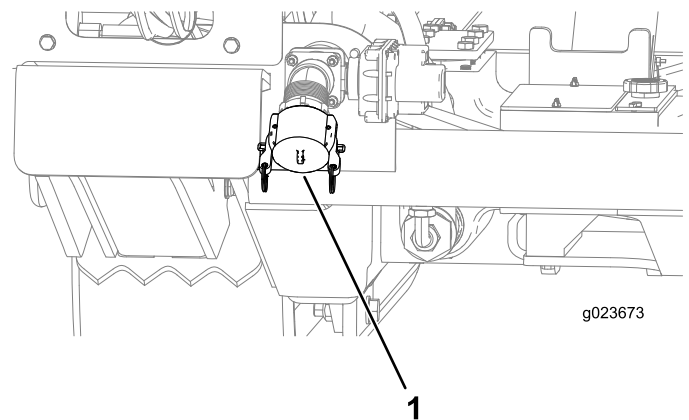

Figura 128
- B. Asegúrese de que está instalado el tapón de la entrada de la bomba de fluido de perforación (Figura 128).